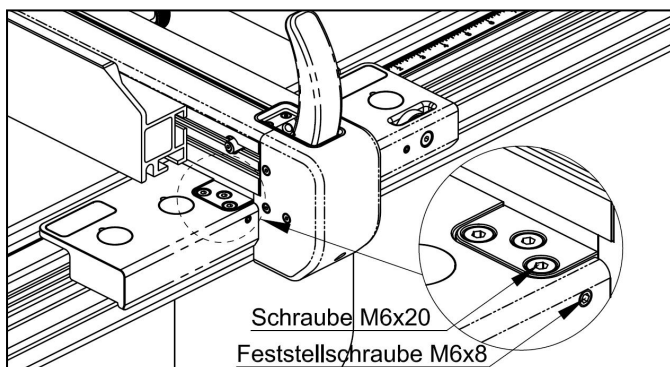

Abb. 7-1
1. Siehe Abb. 7-1, heben Sie den Verriegelungsgriff an, verwenden Sie einen Sechskantschlüssel, um die sechs M6x20-Schrauben zu entfernen, und lösen Sie die zwei M6x8-Gewindestifte, um den Anschlagkörper abzunehmen.